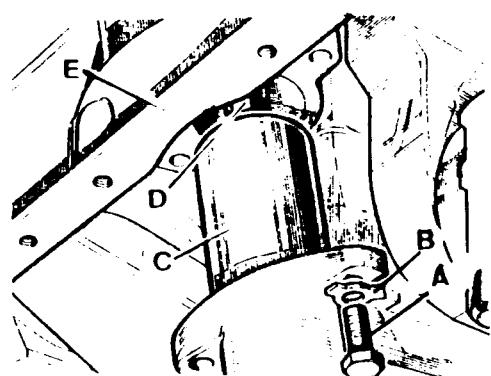

Fig. A3-73 Desmontaje de la bomba de aceite
- 1.2 Extraer los tornillos, A (Fig. A3-73), después de abrir los frenillos, B, y retirar el conjunto bomba, C, con el eje de accionamiento.
- 2.1 Instalar el eje de accionamiento, D (Fig. A3-73) sobre la bomba, C, haciendo lo encajar perfectamente en los engranajes de ésta.
- 2.2. Acoplar el conjunto bomba de aceite y eje de accionamiento sobre su alojamiento, observando que el eje encaja perfectamente en el estriado del piñón vertical y fijar la bomba con sus tornillos, A (Fig. A3-73), frenando a continuación dichos tornillos, con sus frenos nuevos, B.